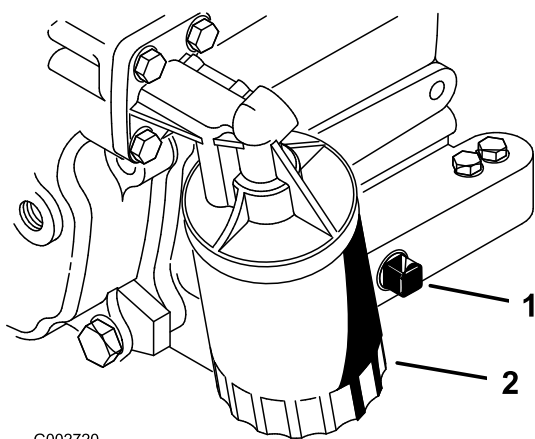

図 28
- ドレンプラグ (図 28) を外してオイルを容器に受ける。オイルが抜けたらドレンプラグを取り付ける。
- オイルフィルタを外す 図 28。